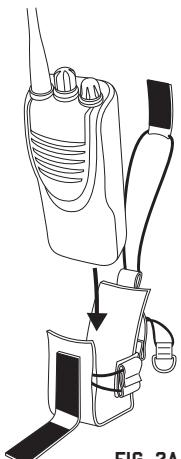

FIG. 2A
2. Place the radio into the trap, with the back of the radio facing the D-Ring on the back of the trap. [fig. 2a, 2b]
2. Coloque la radio en la funda con la parte trasera de la radio hacia la anilla en "D" de la parte trasera de la funda. [Fig. 2a, 2b]
2. Placez la radio dans la sangle d'attache, le dos de la radio du côté de l'anneau à l'arrière de la sangle. [fig. 2a, 2b]